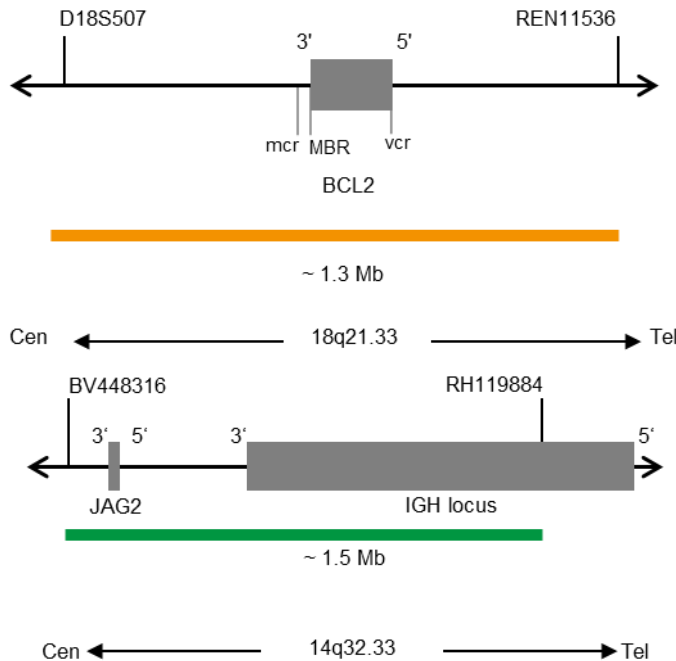

Fig. 1: Em cima: Mapa de sondas SPEC BCL2, em baixo: Mapa de sondas SPEC IGH (não à escala)
- Polinucleótidos marcados com ZyOrange (excitação 547 nm/emissão 572 nm) (~6 ng/μl), que têm como alvo sequências mapeadas em 18q21.33* (chr18:60,180,078-61,507,691) que albergam a região do gene BCL2 (ver Fig. 1).
- Polinucleótidos marcados com ZyGreen (excitação 503 nm/emissão 528 nm) (~12 ng/μl), que têm como alvo sequências mapeadas em 14q32.33* (chr14:105,462,169-106,995,000) que albergam o locus IGH (ver Fig. 1).